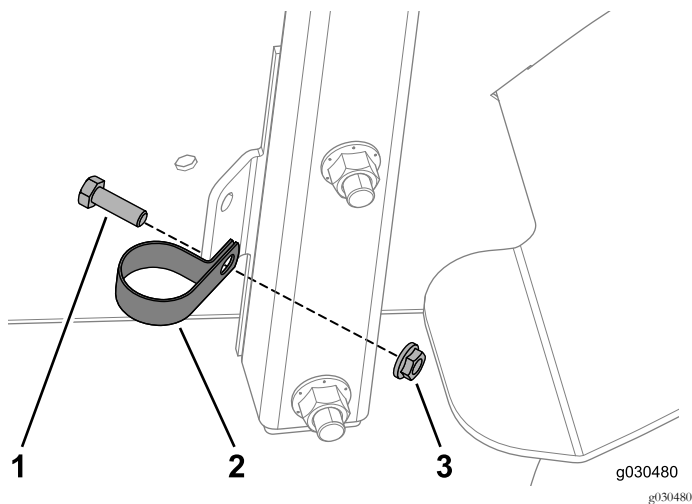

Figura 44
1. Fixe um grampo em R ao suporte do acessório utilizando o parafuso (5/16 pol. x 3/4 pol.) e a porca flangeada no lado direito da máquina (Figura 44).